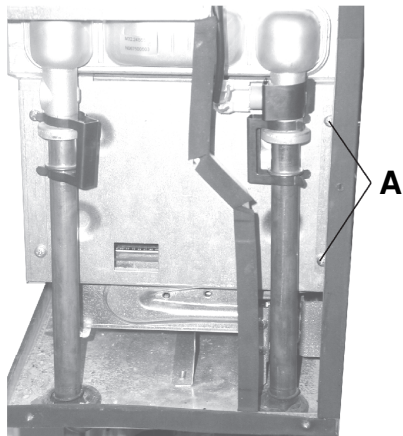

fig. 6
- 8) Per rimuovere lo scambiatore primario togliere le 2 viti **A** (fig.6).